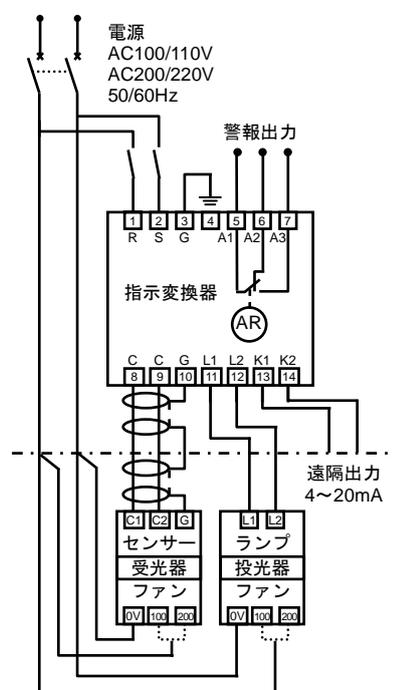

図4 配線図
- (1) 投・受光器と指示変換器との接続は1項で指定した電線・ケーブルを使用し、それぞれの現場に適した種別・サイズの電線管により配線を行ってください。
- (2) 投・受光器、ファンの電源端子は、100V/200V兼用の3端子方式です。電源電圧に応じて適合する2端子に接続してください。
- (3) 指示変換器は計器盤に埋め込み取り付けを行いますので、投・受光器への接続は計器盤の外部接続端子を中継して行います。
- (4) 指示変換器から投・受光器への配線には極性がありますので、L1、L2(投光器)、C1、C2、G(受光器)、いずれの端子にも同一符号同士を接続してください。
- (5) 計器盤内においては交流の配線と極力分離してください。
- (6) 図4に示すように電源にはノーヒューズブレーカまたはサーキットプロテクタを取り付けてください。(推奨定格電流5A)